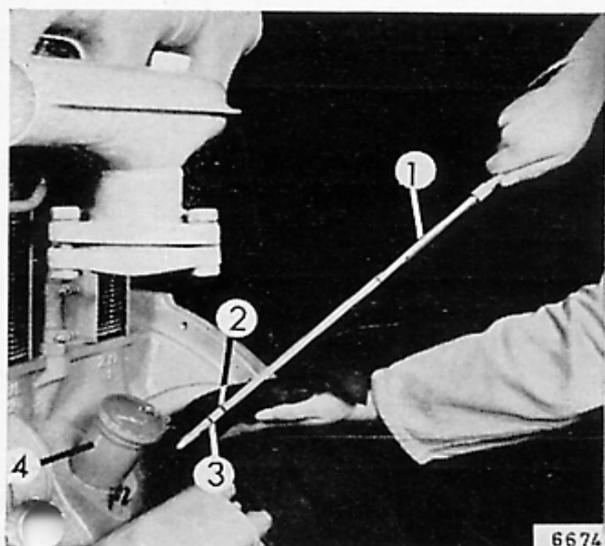

Fig. 22
**pour le moins toutes les dix heures de marche.** Le moteur se trouvant à l'arrêt doit être placé **horizontalement**. Enlevez la jauge de niveau d'huile (1) – Figure 22 – essuyez la avec un chiffon qui ne s'effiloche pas, replongez la dans le carter jusqu'à sa butée et retirez la à nouveau. Le niveau d'huile doit atteindre la marque supérieure (2) portée sur la jauge, s'il ne devait atteindre que la marque inférieure, le compléter en versant de l'huile par la goulotte (4). Vous éviterez ainsi des incidents sur le moteur par grippage des pistons et des paliers.